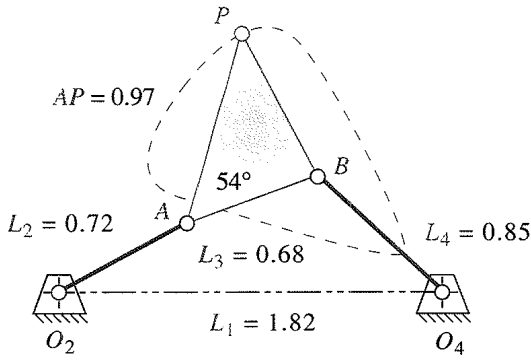

FIGURA P7-14 Problema 7-44
*†7-44 La figura P7-14 muestra un mecanismo y su curva del acoplador. Escriba un programa de computadora o utilice un solucionador de ecuaciones para calcular y graficar la magnitud y dirección de la aceleración del punto del acoplador P con incrementos de 2° del ángulo de manivela con $\omega_2 = 80$ rpm a lo largo del rango máximo de movimiento posible. Verifique su resultado con el programa LINKAGES.